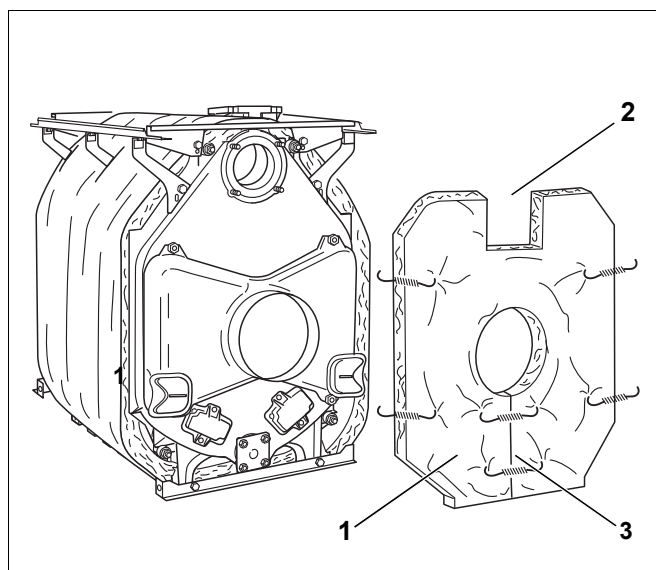

Рис. 46 Установка теплоизоляции задней секции
- ▶ Наденьте теплоизоляцию задней секции (рис. 46, [1]) на патрубок дымовых газов. При этом вырез для обратной линии котла (рис. 46, [2]) должен быть направлен вверх.
- ▶ Разрез под патрубком дымовых газов стяните пружинной стяжкой (рис. 46, [3]).